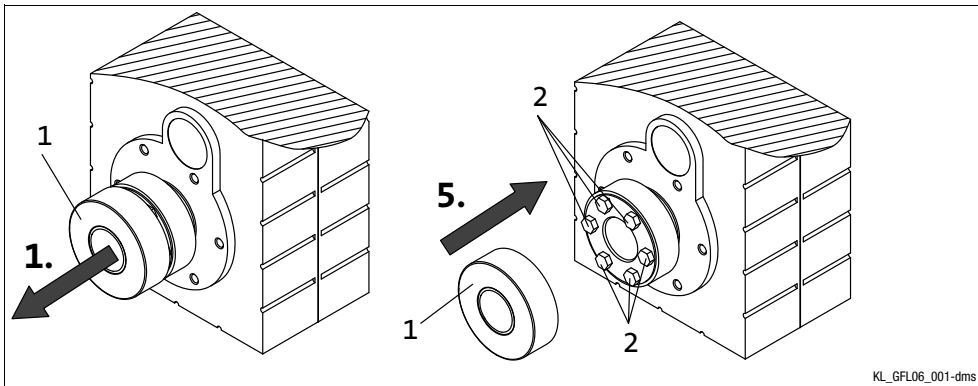

Fig. 7
8. Mettre en place le capot de protection (1, Fig. 7) sur la frette de serrage.